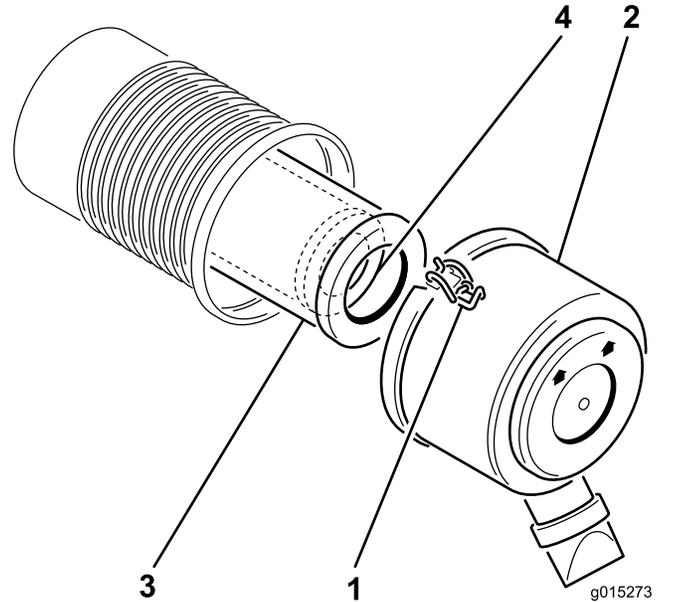

图 14
2. 松开将空气滤清器盖固定到空气滤清器壳体上的搭扣。将盖子与壳体分开 图 14。
4. 将初级滤芯轻轻从空气滤清器外壳中滑出 图 14。
2. 如果要更换安全滤芯应小心将它滑入滤芯壳体 图 14。
3. 小心地将初级滤芯滑到安全滤清器上方 图 14。
5. 安装空气滤清器盖标有向上箭头的一侧朝上用门锁固定 图 14。